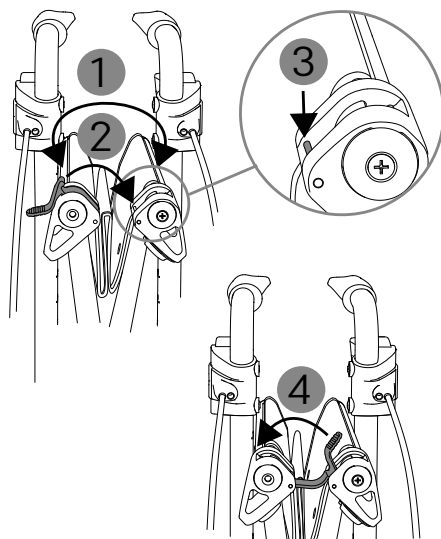

fig. 9
4. Per utilizzare il blocco di chiusura, avvicinare i due tubi del sedile finché necessario (1, fig. 9). Dopodiché, tirare verso l'alto la leva scanalata del gancio del blocco di chiusura, in modo che si sganci dal sostegno. Bloccare il gancio del blocco di chiusura sul controprezzo presente sull'altro lato del deambulatore (2, fig. 9), facendo scattare il gancio in posizione sull'apposito perno (3, fig. 9).
5. Per aprire il TAIMA VENTUM, sganciare il gancio del blocco di chiusura dal controprezzo (4, fig. 9), azionando la leva scanalata.